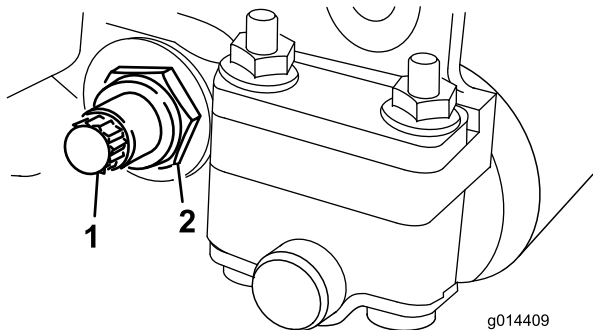
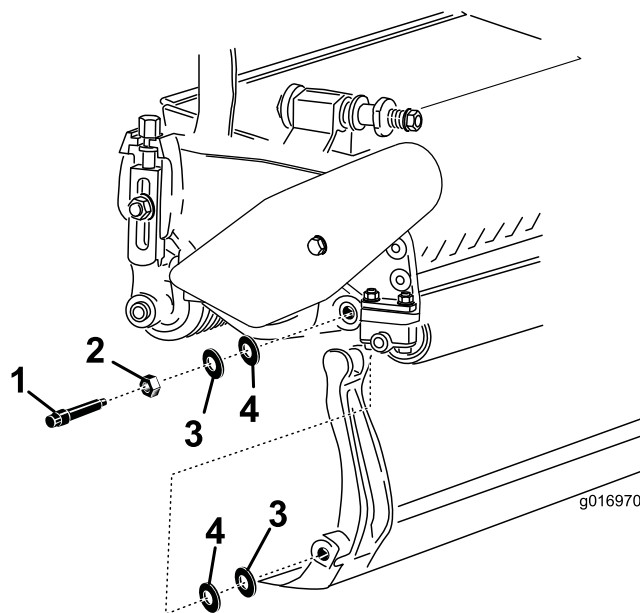

Figura 17
Figura 18
3. En cada lado de la máquina, afloje la contratuerca que sujeta el perno de la barra de asiento (Figura 17).
4. Retire todos los pernos de la barra de asiento, para poder tirar de la barra hacia abajo y retirarla de la máquina (Figura 17). Guarde las 2 arandelas de nylon y la arandela de acero troquelado de cada extremo de la barra de asiento (Figura 18).
2. Sujete la barra de asiento a cada chapa lateral con los pernos de la barra (con tuercas en los pernos) y 4 arandelas (8 en total). Coloque una arandela de nylon en cada lado del saliente de la chapa lateral. Coloque una arandela de acero por fuera de cada arandela de nylon (Figura 18).